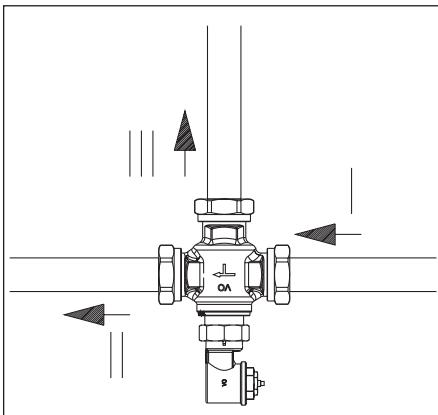

Fig. 5.4 Montage de l'adaptateur d'angle
- Visser l'adaptateur d'angle sur le robinet inverseur «Tri-D TR» (voir fig. 5.4)